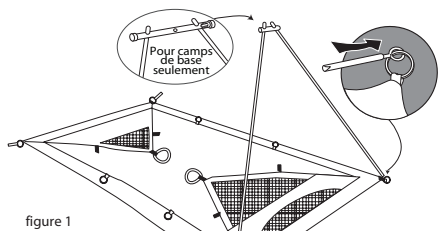

figure 1
- Posez l'extrémité effilée d'un mât dans le trou diagonal dans le tube de jonction. Le tube de jonction est marqué « UP RT- » (« TOP RIGHT- » pour un camp de base), donc le mât s'emboîtera à l'angle correct. Insérez une broche de coin dans l'autre extrémité du mât. Voir la figure 1.